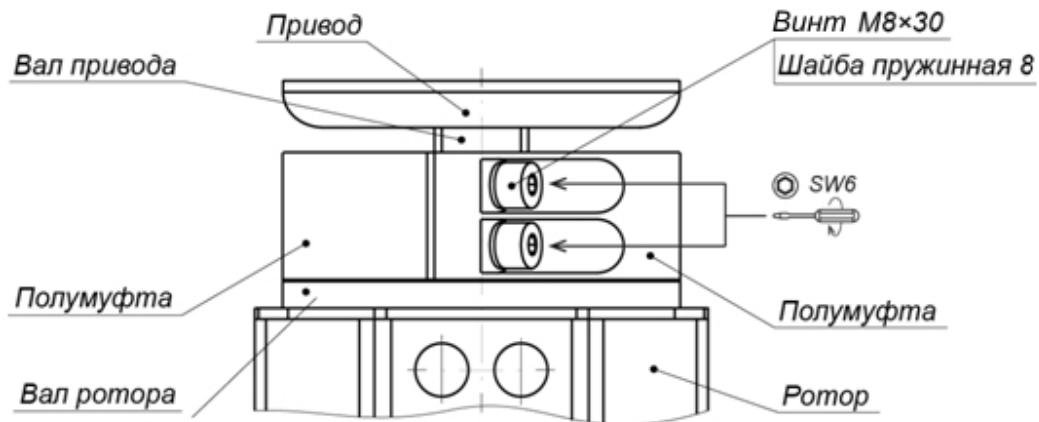

Рисунок 18. Муфтовое соединение вала привода исполнительного механизма с валом ротора
- Соедините верхний вал ротора с валом привода исполнительного механизма двумя полумуфтами и четырьмя винтами M8x30 с пружинными шайбами (ключ SW6) (см. рис. 18). Будьте осторожны, полумуфты имеют большой вес, не допускайте их падения во избежание травм!
2. Снимите полумуфты (см. рис. 18), отвернув 4 винта M8 муфтового соединения (4). Будьте осторожны! Удерживайте ротор и полумуфты от падения.